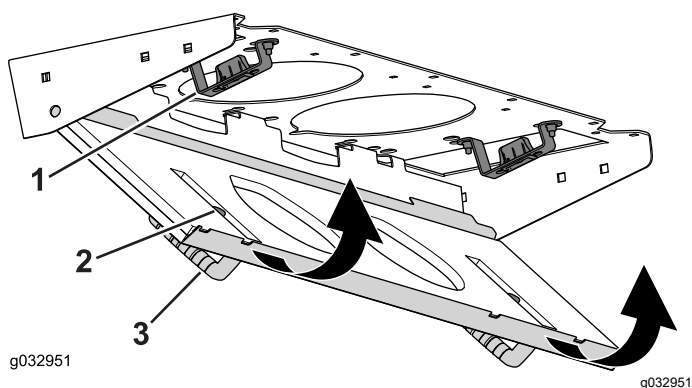

Figure 89
- Faites pivoter le filtre sur les languettes jusqu'à ce que le pêne s'enclenche dans la gâche (Figure 89).